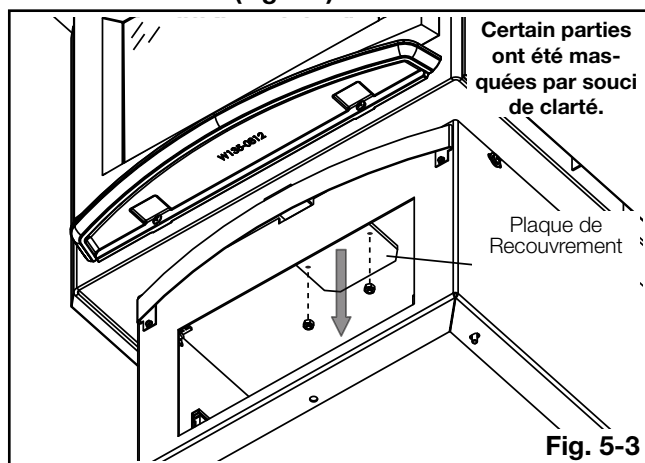

Fig. 5-3
2. Du bas de l'appareil, retirez les écrous servant à fixer la plaque de recouvrement d'ouverture de cendres (**Fig. 5-3**). Jetez la plaque de recouvrement et les écrous.